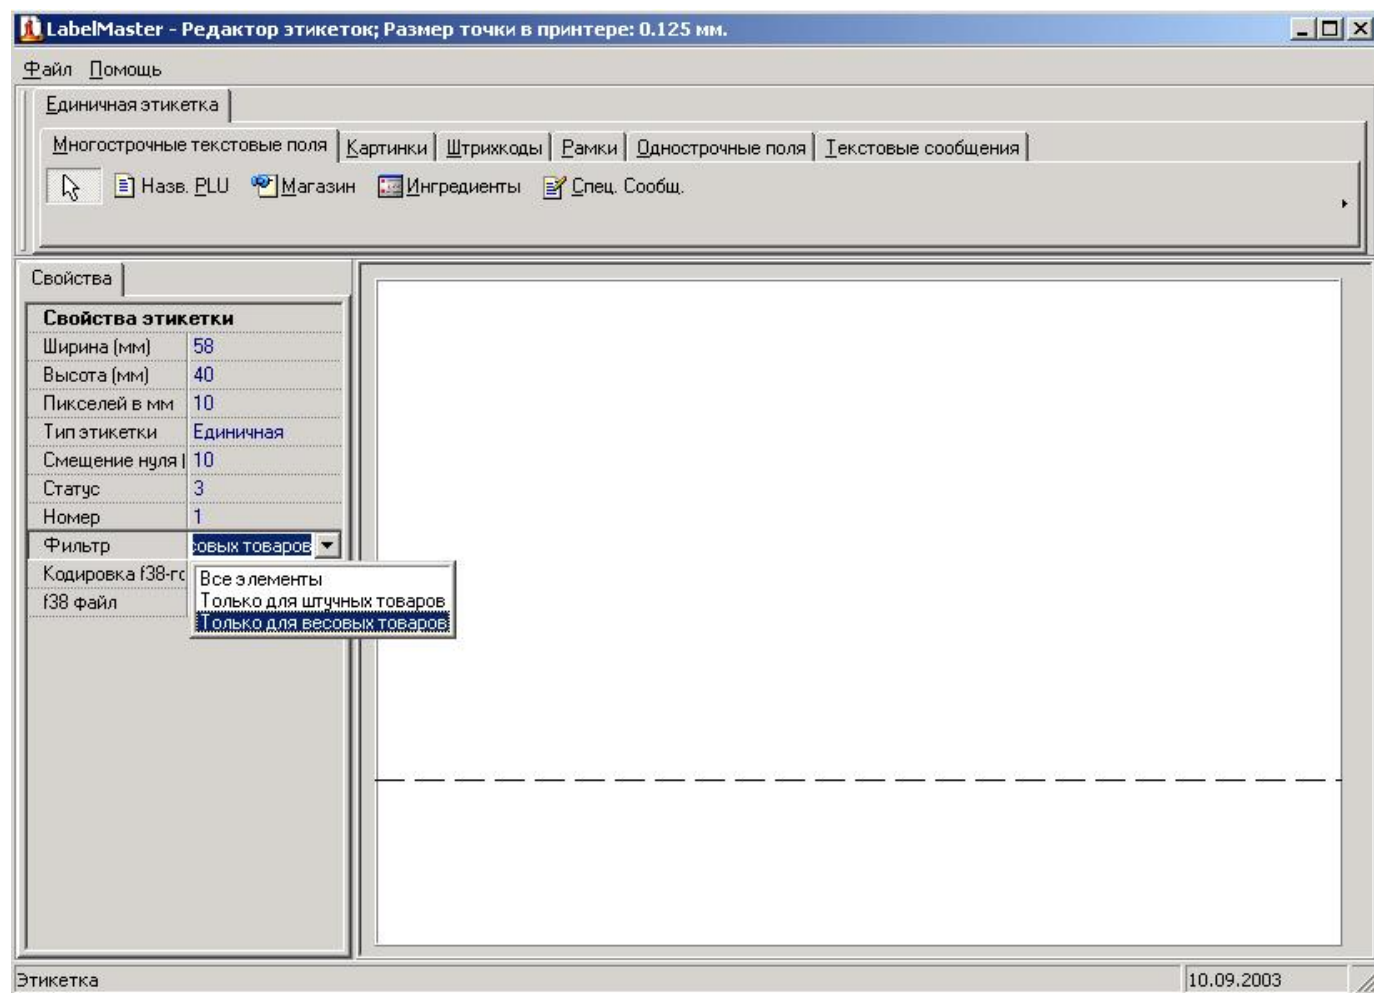

Рис.1 Установка свойств этикетки.
1.1 Установка свойств этикетки (рис.1)
- Кодировка f38-го файла – Кодировка текстовых сообщений печатаемых на этикетке. Варианты: DOS (CP-866), UNIX (KOI-8R). В весах DIGI SM-300, DIGI SM-80(90) используется кодировка DOS (CP-866);